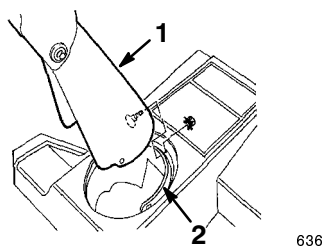

Figure 8
1. Placez l'éjecteur sur la couronne (Fig. 8).
2. Alignez les trous à l'arrière de l'éjecteur et le trou au centre de la couronne (Fig. 8).
3. Installez une vis de carrossier et un contre-écrou dans les trous centraux, en plaçant le contre-écrou à l'extérieur (Fig. 8).